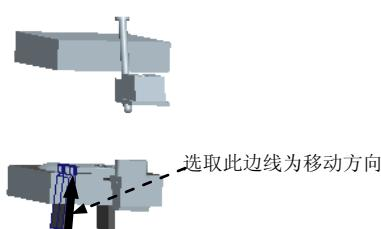

图 27.67 选取移动方向 (二)
Step2. 移动 PIN_01_MOLD (销 1)。在 **▼ DEFINE STEP (定义步骤)** 菜单中选择 **Define Move (定义移动)** 命令；选取要移动的模具元件 PIN_01_MOLD (销 1)，在“选择”对话框中单击 **确定** 按钮；在系统的提示下，选取图 27.67 所示的销的斜边线为移动方向，然后输入要移动的距离值-75。